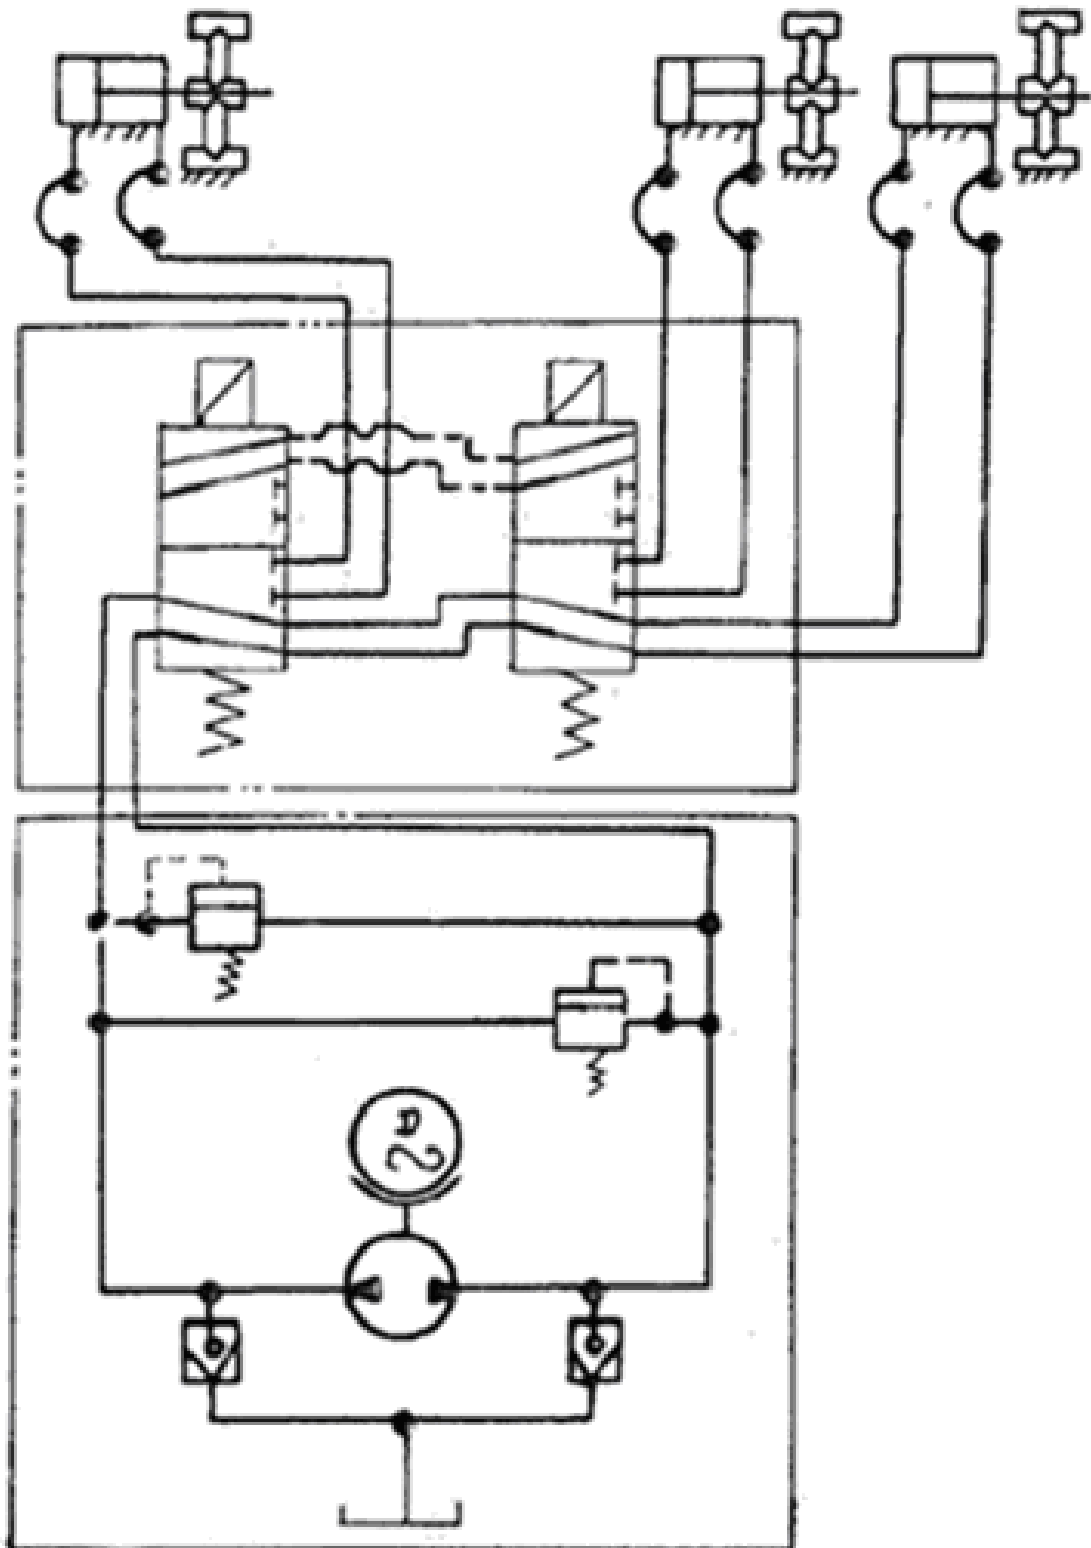

Рисунок 8.1
8.2. Зажим гидравлической системы (рис. 8.1)